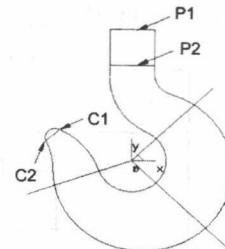

图 1-32 绘制截面方位线
2) 绘制截面方位线。单击“等距线”按钮 ，在立即菜单中设置距离为 25，拾取直线 P1，生成等距线 P2；单击“直线”按钮 ，在立即菜单中选择“角度线”、“X 轴夹角”、“角度：45°”，拾取原点为第一点，绘制 45° 角度线；在立即菜单中设置角度为 -45°，绘制过原点的 -45° 角度线；在立即菜单中设置角度为 20°，绘制过原点的 20° 角度线，在立即菜单中选择“两点线”，拾取 C1、C2 点，生成直线，如图 1-32 所示。